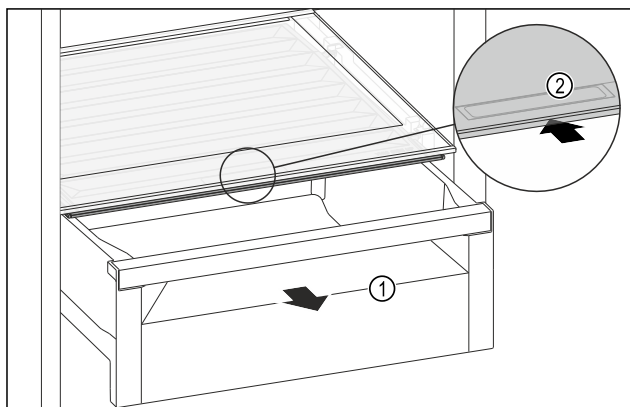

Fig. 74
- Extrageți sertarul Fig. 74 (1).
- Prindeți mânerul încadrat Fig. 74 (2) de la capacul compartimentului și glisați concomitent capacul compartimentului spre partea posterioară.